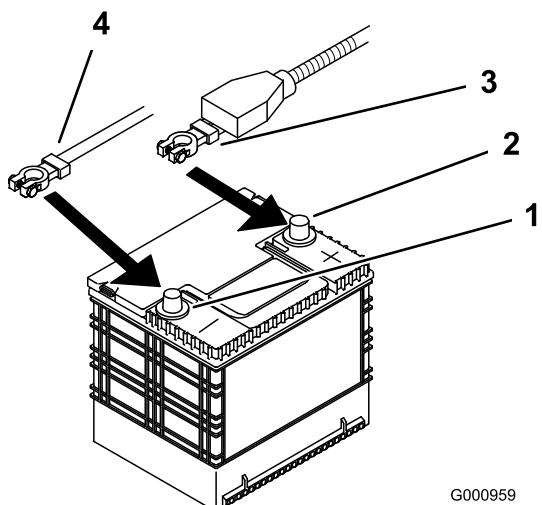

Figura 43
4. Scollegate prima il cavo negativo della batteria dal morsetto negativo (-) della batteria (Figura 43).
5. Sfilate la guaina rossa del morsetto dal morsetto positivo (rosso) della batteria. Togliete quindi il cavo positivo (rosso) della batteria (Figura 43).
4. Fissate i cavi con due bulloni (1/4 x 3/4 poll.), due rondelle (1/4 poll.) e due dadi di bloccaggio (1/4 poll.) (Figura 43).